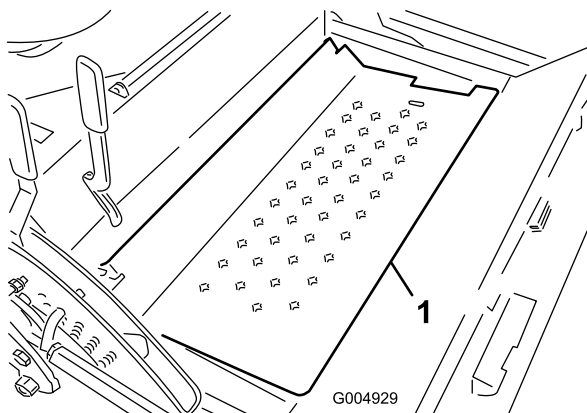

Figure 89
33. Relevez le panneau de plancher (Figure 89).